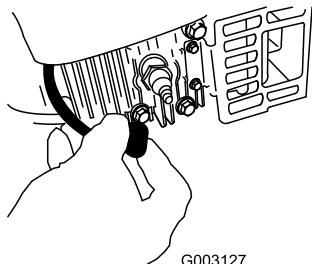

Figure 34
- Débranchez la bougie (Figure 34) avant de procéder à un quelconque entretien.